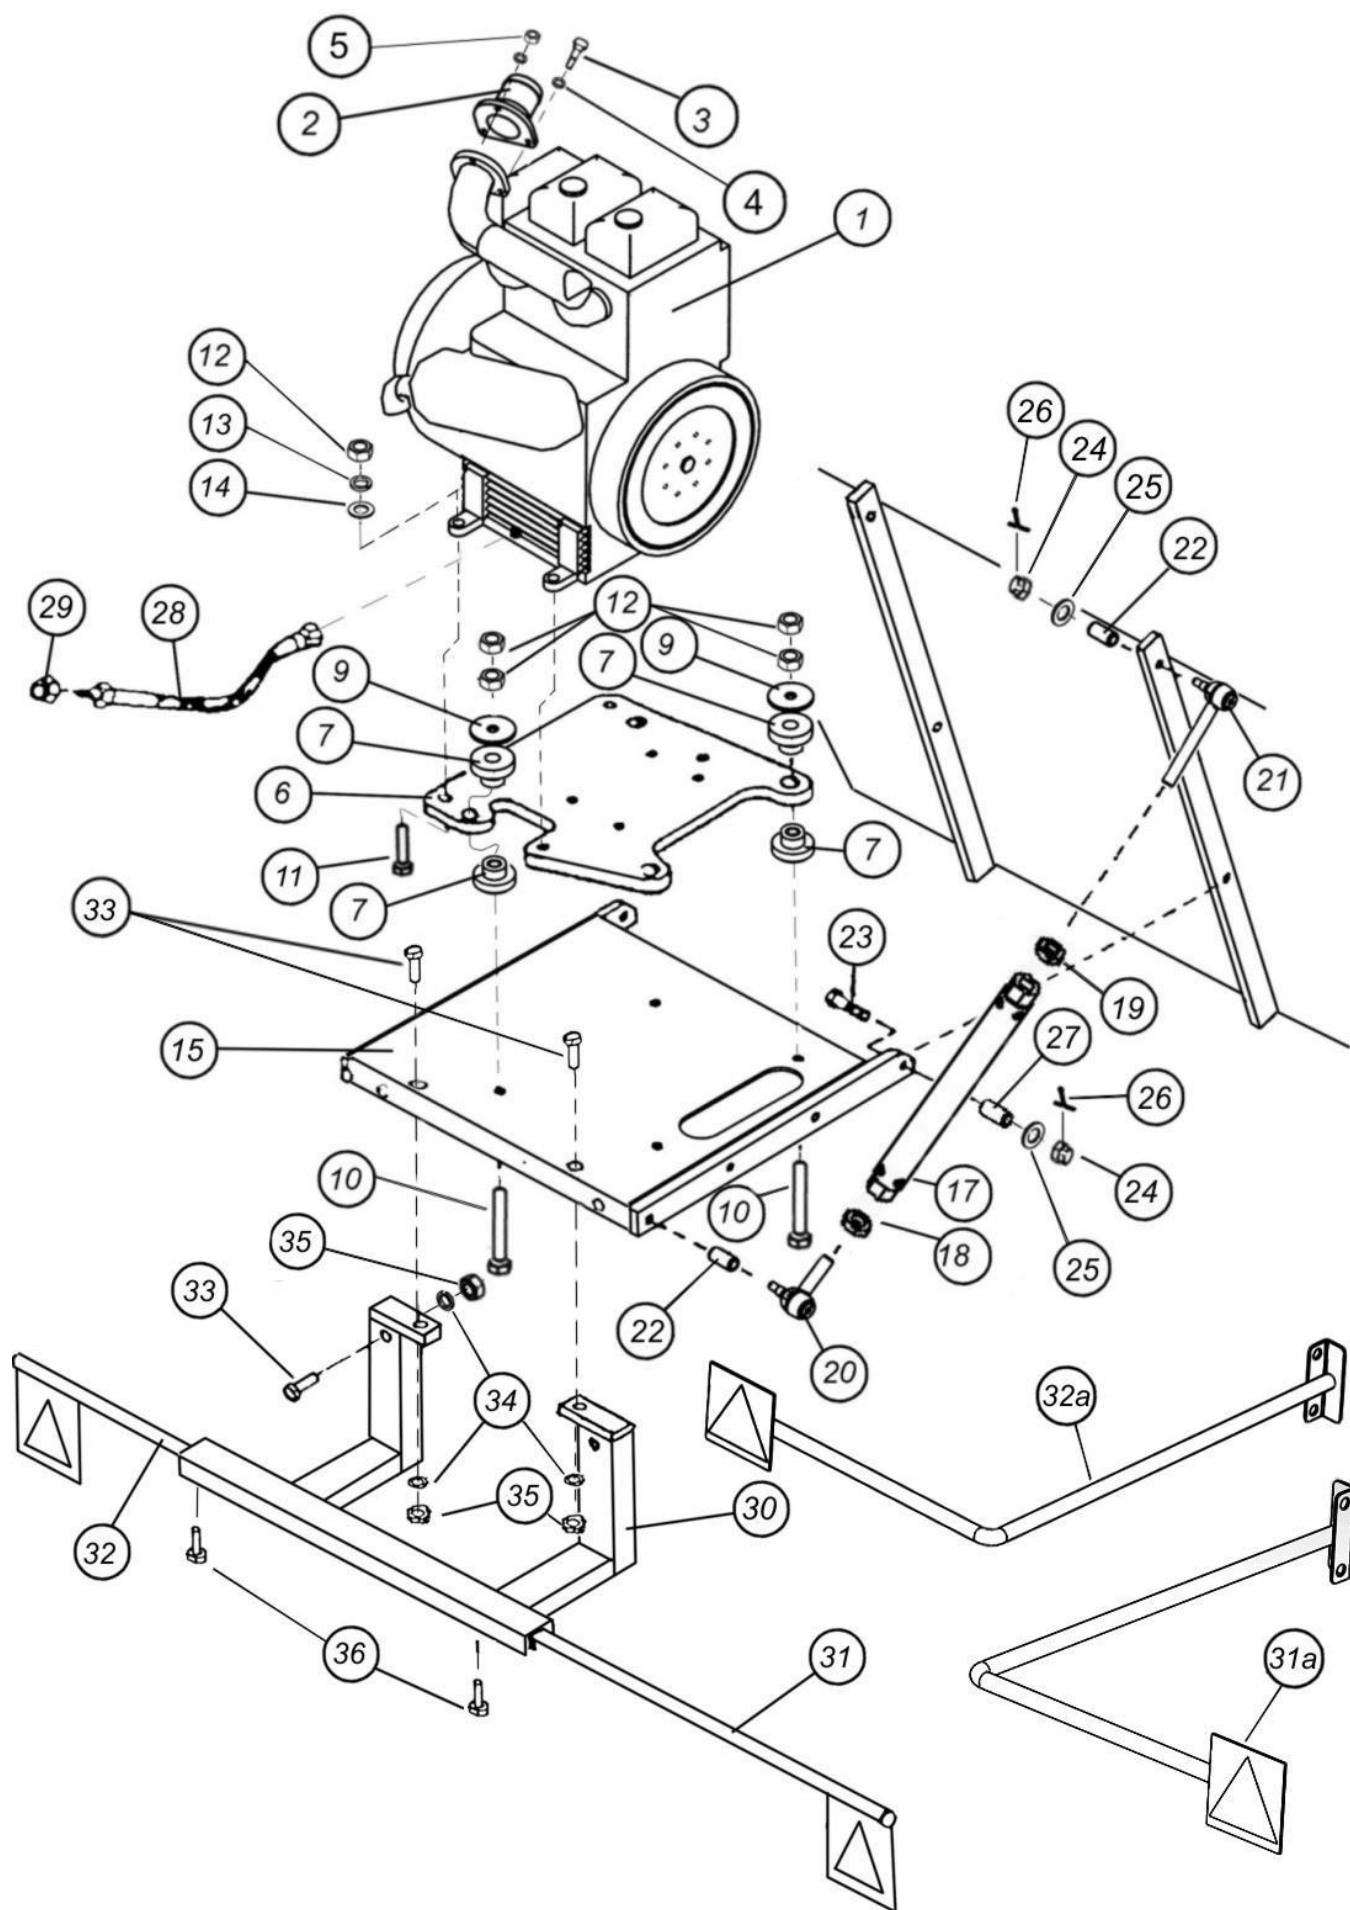

Рис. 7.2.6. Узлы и детали монтажа двигателя
7.2.6. Дизельный двигатель; установочные узлы и детали (рис. 7.2.6)